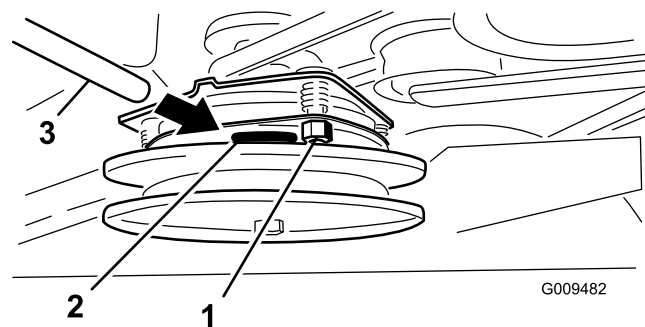

Figura 60
2. Si no es correcto, ajuste el entrehierro a 0,381 mm (0,015 pulgadas) en cada una de las tres posiciones de la ranura de ajuste. Apriete las contratuercas hasta fijar ligeramente la galga pero dejando que ésta se pueda mover con facilidad en el entrehierro (Figura 60).